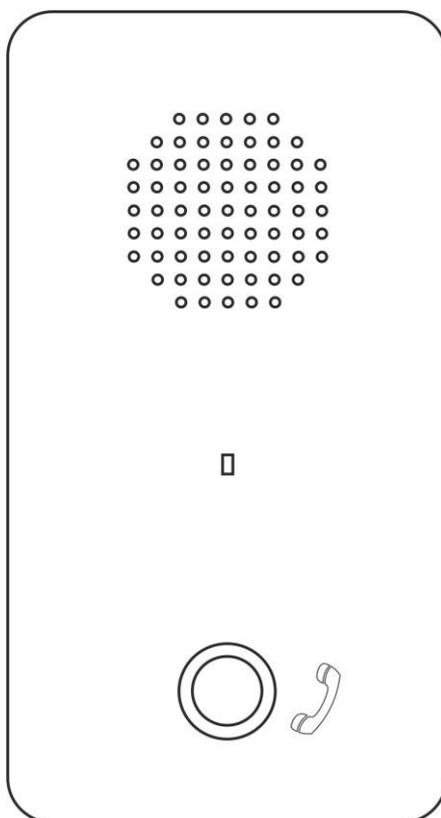

Рисунок 5.7. Абонентское устройство громкой связи GC-2001B1
1. Абонентское устройство громкой связи GC-2001B1 (рис.5.7).